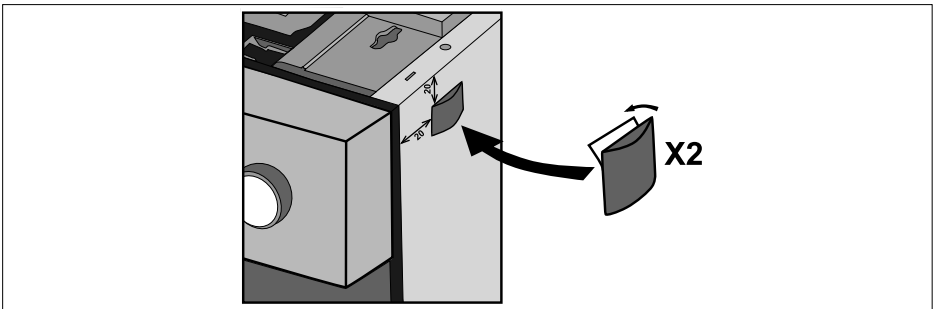

Abb. 7
- ▶ Kleben Sie die beiden Distanzstücke rechts und links an das Gehäuse mit einem Abstand von 2 mm zum Seitenrand nach oben und nach vorn (siehe **Abb. 7**).